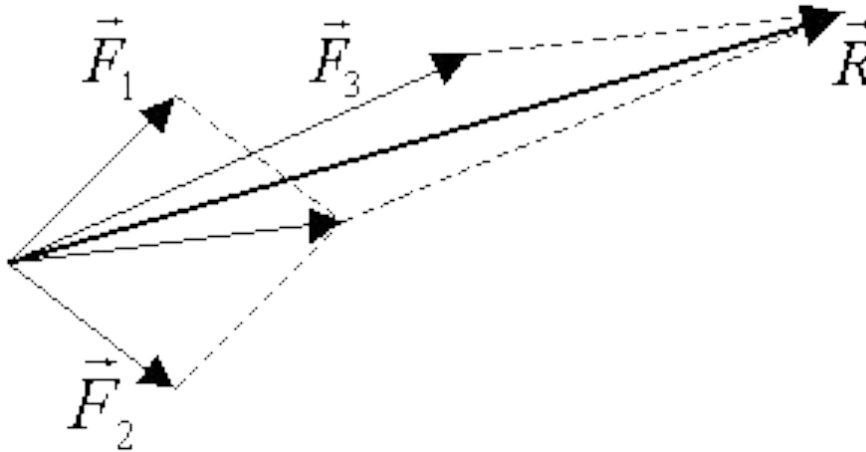

Рис. 4.
- **Аксиома 4.** Действие на точку твёрдого тела нескольких сил равносильно действию одной **равнодействующей силы**, строящейся по правилу сложения векторов (рис.4).